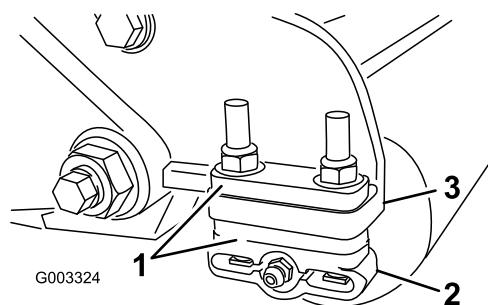

図 14
1. 希望の刈高範囲に必要な数のスペーサを刈高チャートで確認し、スペーサをサイド・プレートの取り付けフランジ（図 14）の下に入れて、後ローラのブラケットの位置を正しくセットする（図 14）。